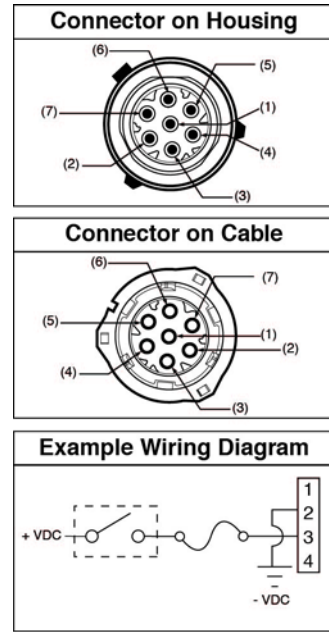

图 4
- 请参阅图 4 所示插针布局, 了解接头中的正确位置。
插针和有关电线颜色 (图 4, 第 15 页)